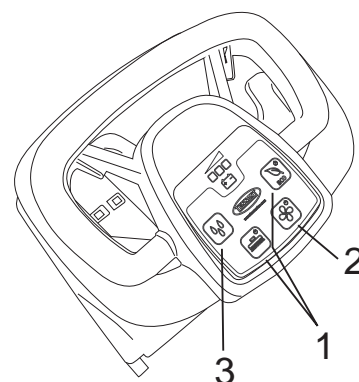

Fig.17
- Tryk på børsteknappen eller knappen ECO (Fig.17-Ref.1). Ud over børsten aktiveres også sugefunktionen og afmålingen af gennemstrømning af opløsningen.
- Under arbejdet kontrolleres kvaliteten af gulvvasken. Afmålingen af opløsningens gennemstrømning kontrolleres ved at trykke på knappen til gennemstrømning af opløsningen (Fig.17-Ref.3).
- Tryk på knappen på børsten (Fig.17-Ref.1).
- Sluk sugefunktionen ved at trykke på sugeknappen (Fig.17-Ref.2).